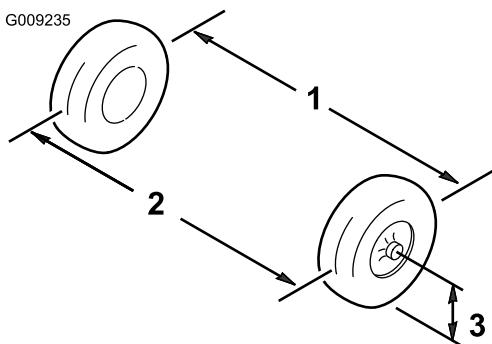

図 46
3. 前輪の前と後ろで、左右のタイヤの中央線距離を測る計測はアクスルの高さで行う(図 46)。